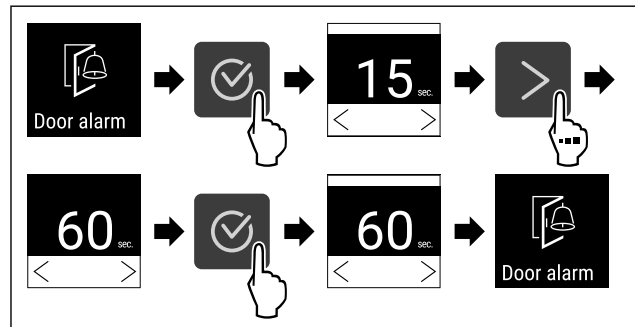

Fig. 95
- ▶ Genomför handlingsstegen (se Fig. 95) .